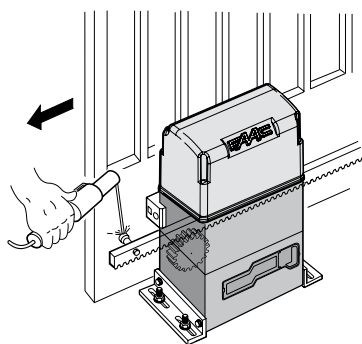

Рис. 15
- 3) Уложить первый отрезок рейки горизонтально на шестерню и приварить защелку к воротам, как показано на рис. 15.
- 5) Присоедините еще один реечный элемент вплотную к предыдущему, используя часть рейки (как показано на рис. 15), соотнесите зубья этих двух элементов.